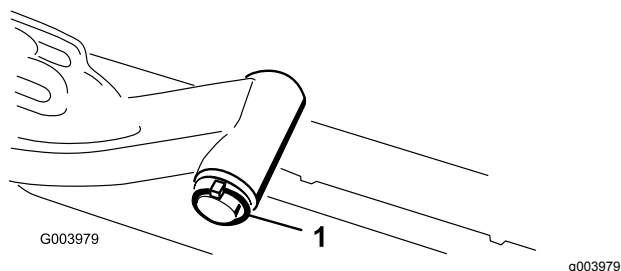

Figure 12
- A. Retirez la goupille à anneau et la rondelle qui fixent l'axe de pivot du bras de levage au bras de levage, et sortez l'axe de pivot du bras de levage (Figure 12).
- C. Insérez l'axe du bras de levage dans le bras de levage et fixez-le à l'aide de la rondelle et de la goupille à anneau (Figure 12).